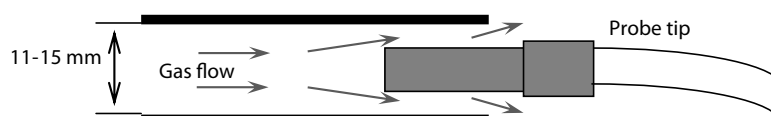

図 E-2: ホースをガスレギュレータに接続する
- 信号が 0.00E+00 であることを確認します。(図 E-2: "ホースをガスレギュレータに接続する" 参照)
- プローブ先端 (保護キャップを取り外してください) を少なくとも 1 cm、ホースの開いている方の端に挿入します。図 E-2: "ホースをガスレギュレータに接続する" を参照ください。センサーに圧力がかかってはいけません。